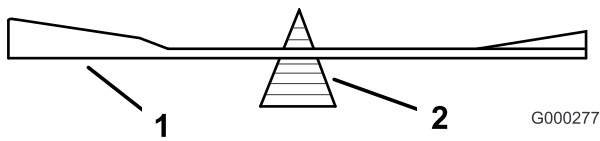

図 85
2. ブレードバランサーを使ってバランスを調べる(図 85)。